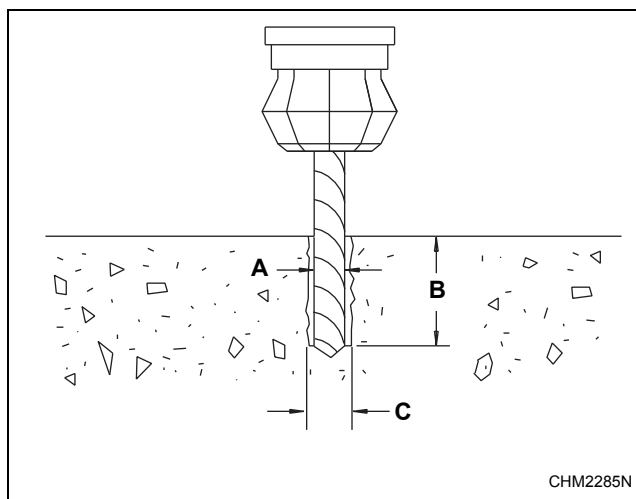

Figure 10
4. Se reporter à la *Figure 10* et à la *Tableau 4* pour le réglage du profondimètre de perçage.
3. Se reporter à la *Figure 10* et à la *Tableau 4* pour le réglage du profondimètre de perçage.